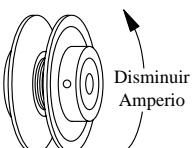

Fig. 6
- **Polea ajustable.** Con un amperímetro, mide el amperio del motor. Ajuste la polea del motor hasta que el amperio sea menos por poco de lo que se especifica la placa de identificación del motor. Al ajustar la polea, afloje el tornillo de ajuste con punta plana y gire la polea. Apriete el tornillo de modo que la punta del tornillo queda sobre el área plana, si no, dañaría las roscas. El incrementar el diámetro de la polea, incrementa también el amperio; el disminuir el diámetro de la polea, disminuye también el amperio (véase fig. 6). Vuelva a inspeccionar la alineación de la correa.